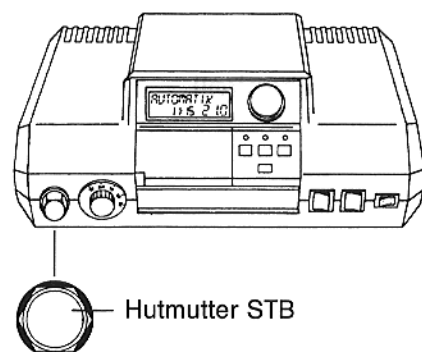

Abb. 5
- Zur Entriegelung des Sicherheitstemperaturbegrenzers muß die Hutmutter am STB abgedreht und der darunterliegende Entstörknopf eingedrückt werden (Abb. 5).